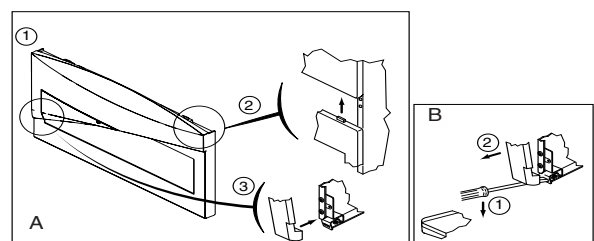

Fig. 19 A: montaggio dello sportello frontale
- Come da fig. 19, inserire i ganci a lamella del mantello DX, nei fori ad asola (2) che si trovano nella parte superiore e fissare il mantello con la vite in dotazione (2') inserendo anche i ganci a lamella (2'') della parte inferiore.
- Lo sportello frontale in plastica si inserisce tenendolo con la parte superiore, inclinata verso la caldaia, affinché i suoi gancetti-plastici, entrino nella loro sede, come da Fig. 19.